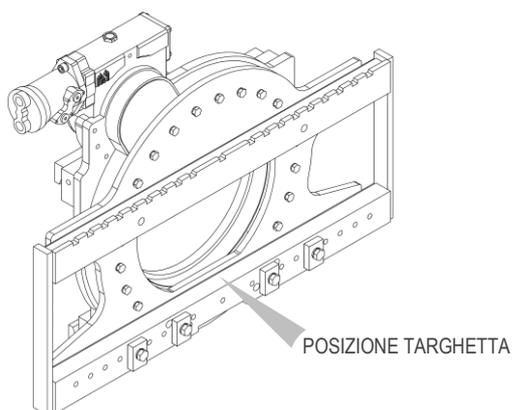
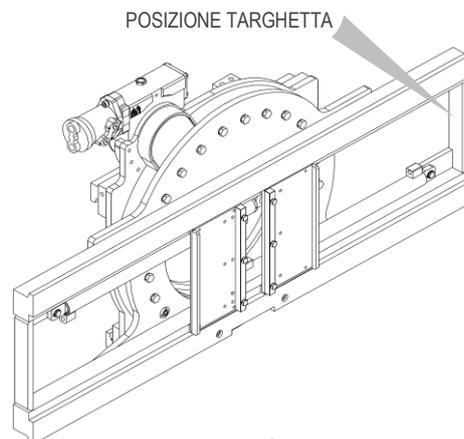
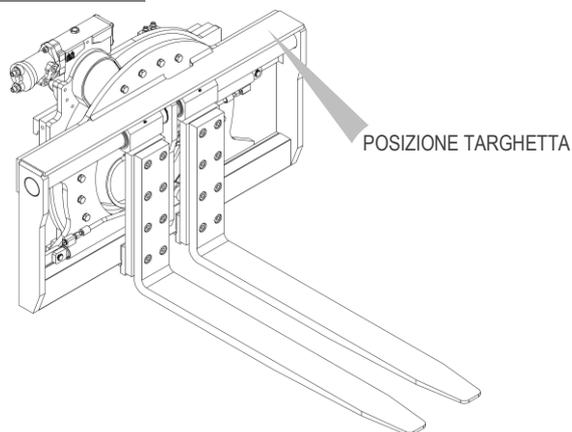

Figura 1
Figura 2
Figura 3
Tutte le attrezzature A.T.I.B. - PIASTRA ROTANTE DI 360° TIPO 301 vengono identificate mediante targhetta adesiva (vedi *Tabella 1*) posizionata sull'attrezzatura (la posizione della targhetta identificativa può variare in funzione dell'attrezzatura, vedi *Figura 1/Figura 2/Figura 3*, per le posizioni comunemente utilizzate). Fare sempre riferimento al numero di matricola.
A tale scopo dovranno essere utilizzate cinghie o catene opportunamente dimensionate rispetto al peso dell'attrezzatura indicato in targhetta (vedi *Figura 1/Figura 2/Figura 3 e Tabella 1* a pag. 8).
11. Collegare il circuito idraulico, assicurandosi che la pressione di esercizio delle tubazioni sia superiore o uguale a quella indicata sulla targhetta di identificazione (vedi *Figura 1/Figura 2/Figura 3* e la *Tabella 1* a pag.8).